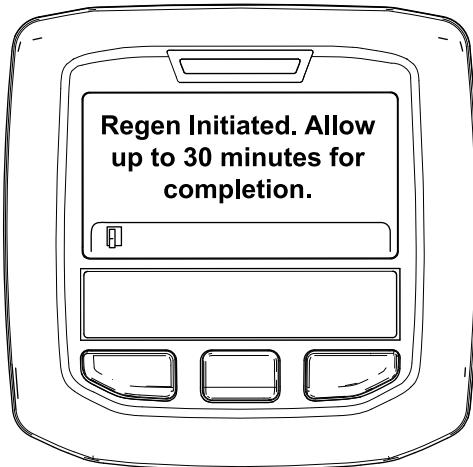

Figura 48
- Se a regeneração for permitida, surge a mensagem “Regen Initiated. Allow up to 30 minutes for completion” (Regen. iniciada. Aguarde 30 minutos até ser concluída) no InfoCenter; aguarde até que a máquina conclua o processo de regeneração em estacionamento (Figura 48).